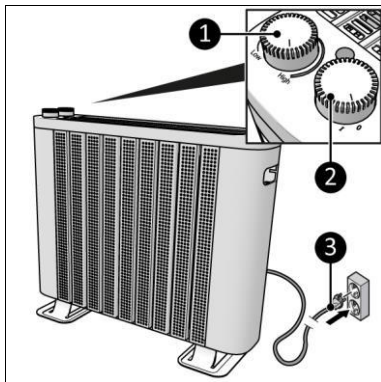

Figura 5
4. Asigurați-vă că butonul ON/OFF (PORNIT/OPRIT) se află în poziția OFF (Oprit) (Figura 5, poz. 2).
5. Introduceți ștecherul (Figura 5, poz. 3) într-o priză cu împământare, care este ușor accesibilă. Utilizați o priză de perete cu împământare, cu o putere minimă de 1000 Watt.
1. Asigurați-vă că butonul ON/OFF (PORNIT/OPRIT) se află în poziția OFF (Oprit) (Figura 5, poz. 2).